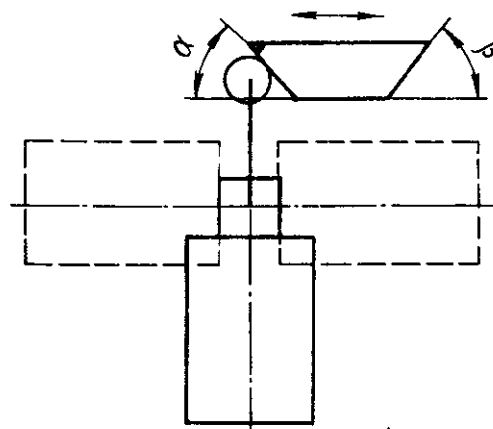

Рис. 3.
5. Выключатели с приводами *рычаг с роликом* и *селективный* (рис. 3) предназначены для работы с проходным реверсивным и нереверсивным упорами, но могут работать и с непроходным реверсивным и толкающим упорами. Угол набегания упора  $\alpha$  и сбегания  $\beta$  составляют не более  $40^\circ$  при скорости движения упора до 0,25 м/с и не более  $20^\circ$  при скорости свыше 0,25 м/с.